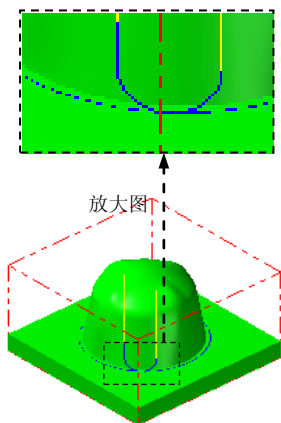

图 6.11.5 工件加工刀路
(4) 单击 按钮，同时在图形区生成图 6.11.5 所示的刀路轨迹。
(1) 在“操作管理”中单击上一步创建好的刀路节点，系统弹出“刀路模拟”对话框及“刀路模拟控制”操控板。
(2) 在“刀路模拟控制”操控板中单击  按钮，系统将开始对刀具路径进行模拟，结果与图 6.11.5 所示的刀具路径相同，在“刀路模拟”对话框中单击  按钮。